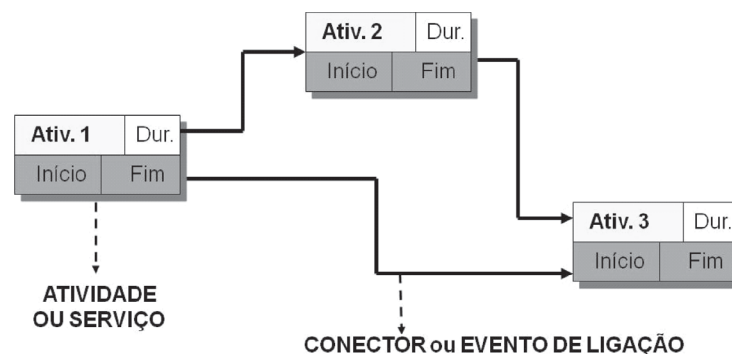

Figura 27 - Rede do Cronograma.
Esse assunto já foi introduzido no item 5.2.2 – Método do Diagrama da Precedência. Agora apresentaremos maiores detalhes. A Figura 27 apresenta um exemplo da Rede do Cronograma.